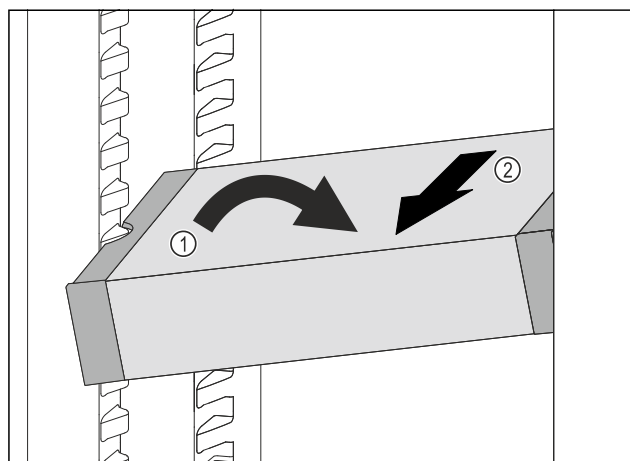

Fig. 158
- ▶ VarioSafe postavte v chladničce šikmo. Fig. 158 (1)
- ▶ VarioSafe odeberte směrem dopředu. Fig. 158 (2)